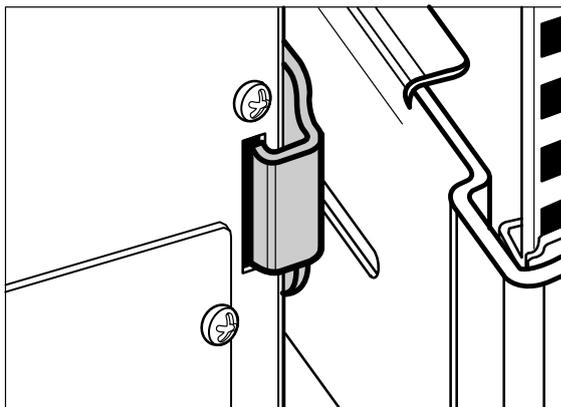

Abbildung 24. Einsetzen des hinteren Haltebügels
15. Die zwei hinteren Haltebügel an den Schienen in die Schlitze an der Rückwand des Einschubs einsetzen (siehe Abbildung 24).